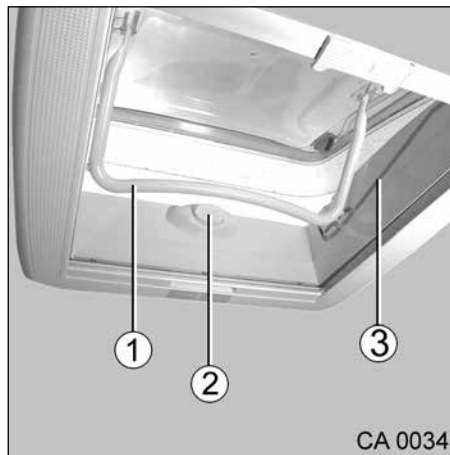

Fig. 53 Lanterneau
1. Appuyer sur le bouton-poussoir (Fig. 53, pos. 2) et tirer simultanément l'étrier (Fig. 53, pos. 1) vers le bas dans la rainure de guidage (Fig. 53, pos. 3) en passant devant le bouton-poussoir (Fig. 53, pos. 2).
2. Ouvrir le lanterneau. Pour ce faire, pousser l'étrier (Fig. 53, pos. 1) vers le haut dans l'un des trois blocages d'ouverture.
1. Fermer le lanterneau. Pour cela, tirer l'étrier (Fig. 53, pos. 1) vers le bas.
2. Bloquer l'étrier (Fig. 53, pos. 1) au moyen du bouton-poussoir (Fig. 53, pos. 2).